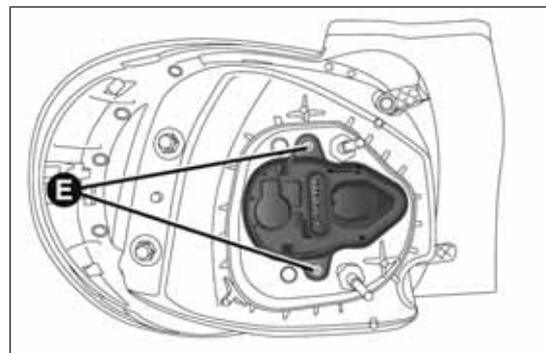

fig. 186
- desconectar el conector eléctrico, aflojar los tornillos de fijación E fig. 186 y extraer el grupo portalámparas;